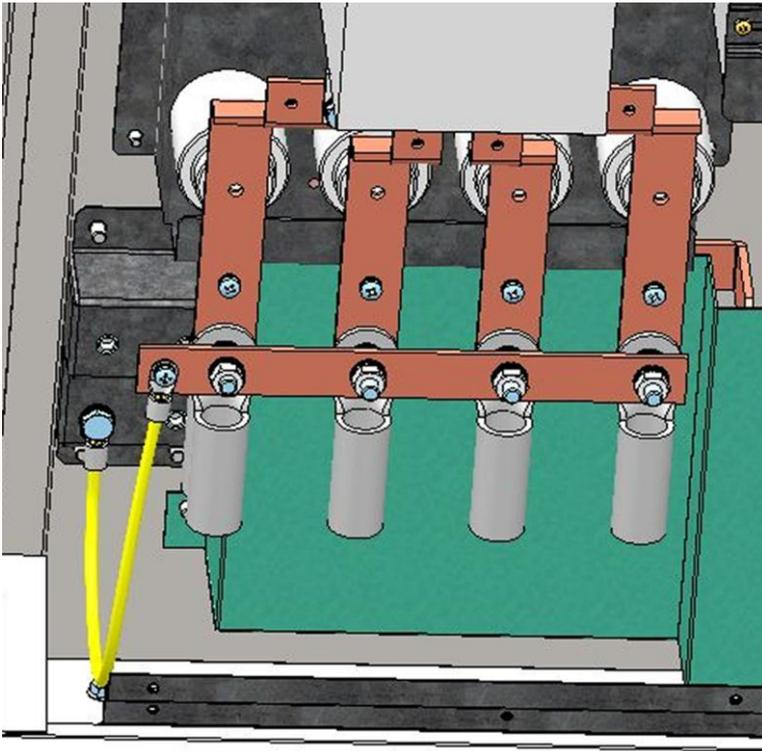

Bild 15: AC-Anschluss mit aufgeschraubter Kurzschluss- und Erdungsvorrichtung
11. Alle 4 aktiven Leiter kurzschließen und erden unter Verwendung einer Kurzschluss-, Erdungsvorrichtung (Siehe Bild 15, Seite 26).
7. Schutzabdeckungen wieder aufsetzen (Siehe Bild 15, Seite 26).